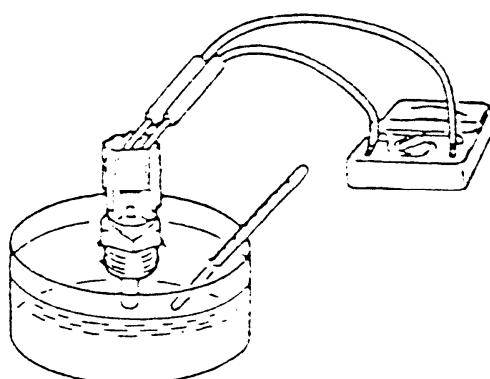

图 3-50 检查发动机水温传感器电阻
(2) 如图 3-50 所示，将发动机水温传感器的热敏部件浸入热水中，检查电阻值。发动机水温传感器电阻值的标准值为 $2.1\sim2.7\text{ k}\Omega$ (20°C)； $0.26\sim0.36\text{k}\Omega$ (80°C)。